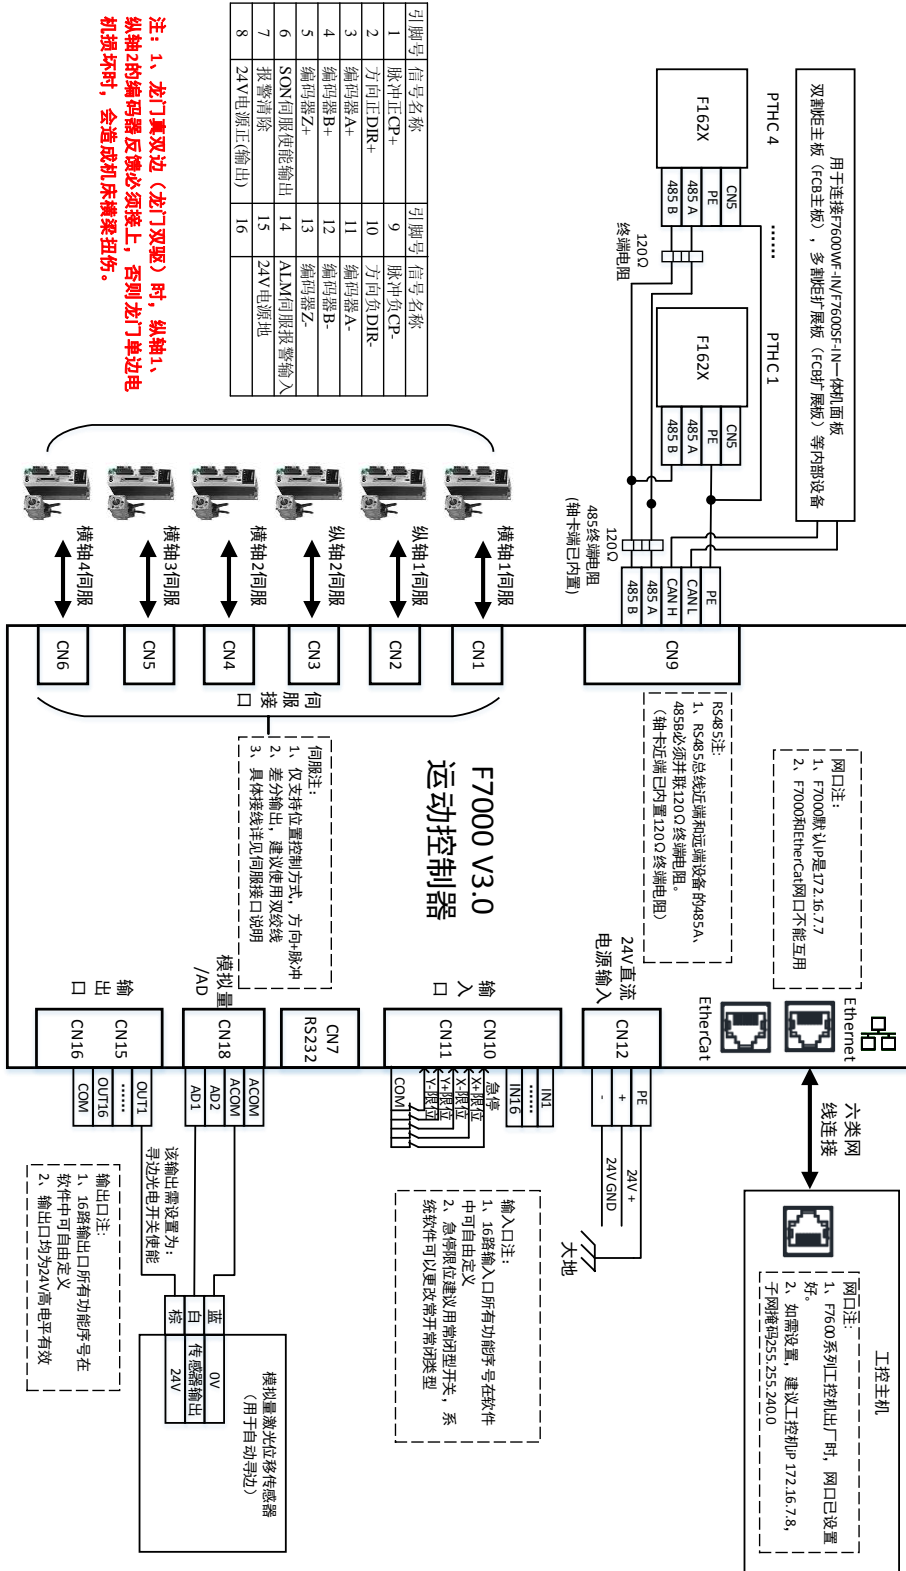

图 2.7 F7000 V3.0 系统总接线
2.2.1 F7000 V3.0 总接线图如图 2.7 所示。